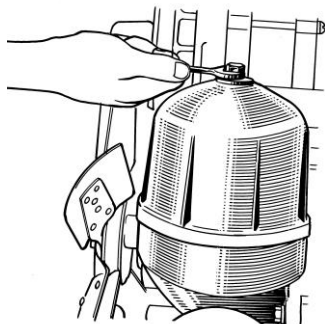

Рис. 69. Отвертывание гайки колпака
- 1 Отвернуть гайку колпака фильтра (рис. 69) и снять колпак.